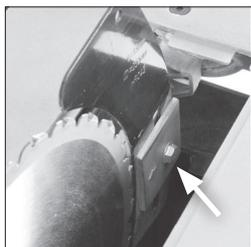

Abb. 15
- Lösen Sie den Befestigungsbolzen des Spaltkeils durch mehrere Drehungen und heben Sie den Bolzen zur höchsten Stellung. (**Abb. 15**).
- Schieben Sie den Spaltkeil (er ist geschlitz) zwischen die Befestigungsplatte und den Befestigungsblock. (**Abb. 15**). Stellen Sie sicher, dass die hervorstehenden Vorsprünge der Befestigungsblöcke in die Schlitze des Spaltkeils eingreifen.